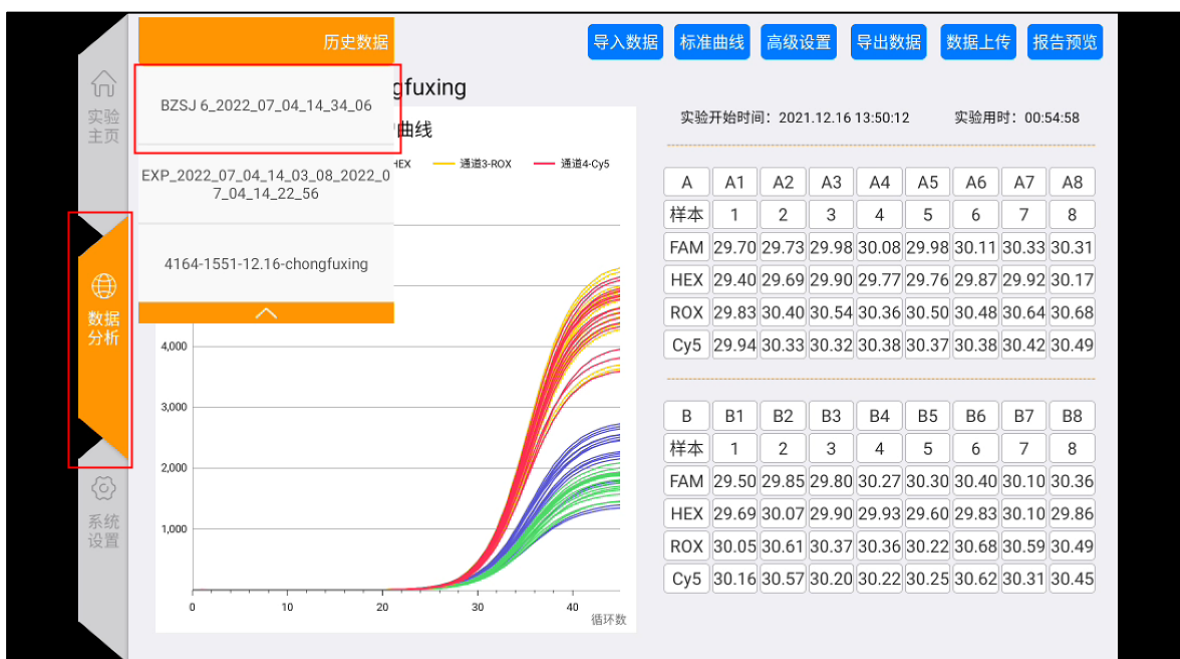

图4-5-1 数据列表页面
- 1) 点击主页面“数据分析”按钮，进入“结果分析”页面，如图4-5-1。